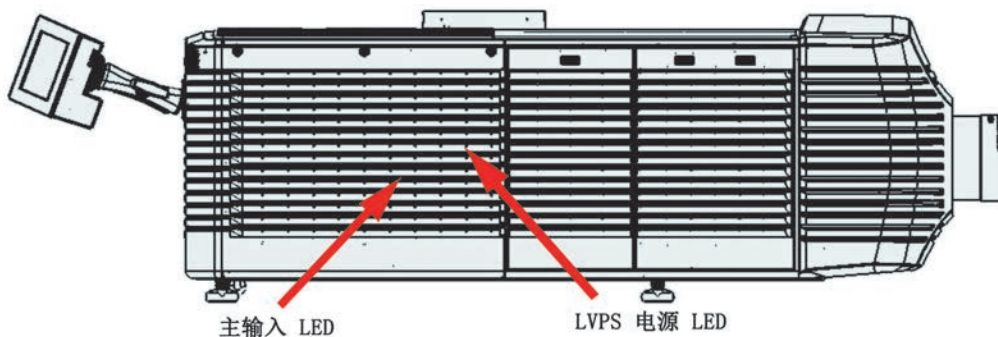

图 5-2 查看电源状态 LED
3. 仔细查看后部右侧栅格，确认电源。右上角应显示一个 LED。这说明 LVPS 已接通电源。左下角应显示另一个 LED，指示主输入。(图 5-2)